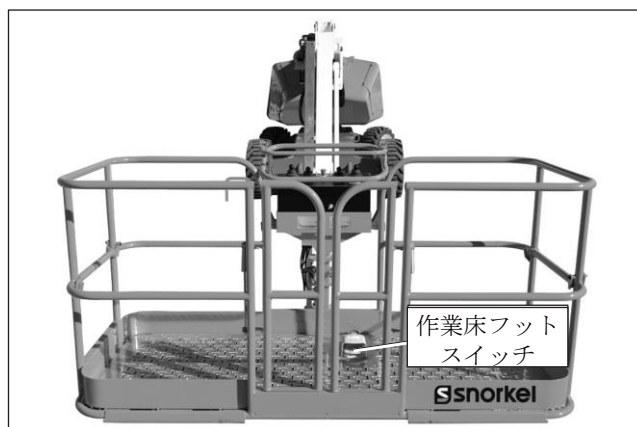

図 10.4 - 作業床フットスイッチ
3. 作業床フットスイッチ（図 10.4 を参照）を踏み込みます。